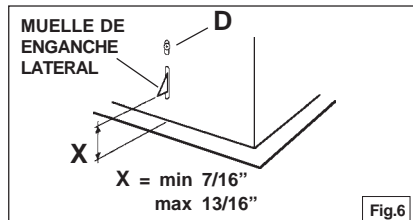

Fig. 6
3. Ajustar la posición del muelle de lado juntando girando el tornillo "D" de acuerdo con el espesor de la carcasa a la que va a ser anclado (Fig.6).